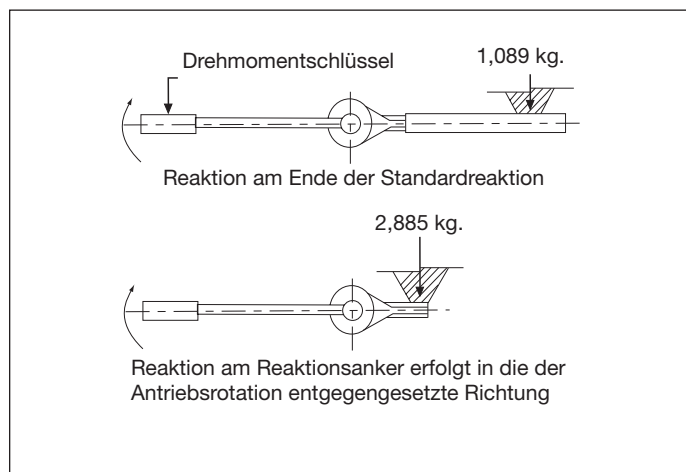
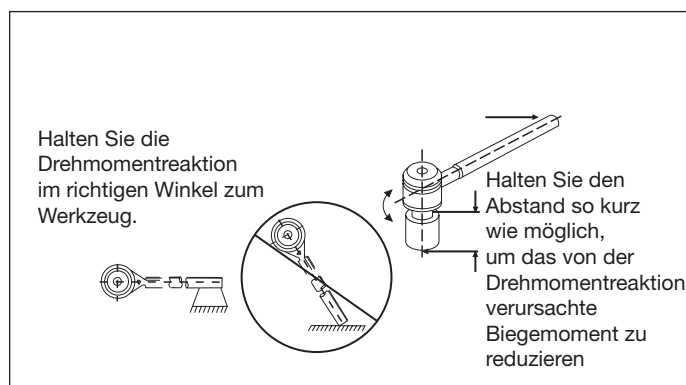

Abb. 5, Reaktionskräfte erhöhen sich mit der Nähe zum Vervielfältiger
Abb. 6, Minimieren Sie die von der Reaktion des Drehmoment-Vervielfältigers verursachten Biegemomente.
5. Ziehen Sie mit einem Drehmomentschlüssel fest. Stellen Sie das richtige erforderliche Antriebsmoment fest (sehen Sie auf dem Drehmomentdatenschild des Werkzeugs nach) oder sehen Sie in Abschnitt 4.0 "Spezifikationstabellen" nach. Die Genauigkeit des Abtriebsmoments erfordert einen genauen Drehmomentschlüssel in Reihe mit dem Drehmoment-Vervielfältiger. Wenden Sie ein Drehmoment mit dem Drehmomentschlüssel auf, bis das gewünschte Antriebsmoment erreicht ist (Abb. 5).
- Halten Sie die Abtriebsmomentreaktion durch Verringerung des Biegemoments rein. Biegemomente verringern die Drehmomenteffizienz und erhöhen die Beanspruchung des Werkzeugs und der Einsätze. Halten Sie den Abstand zwischen dem Abtrieb des Werkzeugs und dem Befestigungselement so kurz wie möglich (Abb. 6).
- Erhöhen Sie die Lebensdauer des Werkzeugs und die Sicherheit der Arbeitsumgebung, indem Sie die Drehmomentreaktion so weit außerhalb des Reaktionsankers wie möglich bringen (Abb. 5).
- Wählen Sie einen soliden Ankerpunkt, um die Durchbiegung zu minimieren. Stellen Sie fest, ob Reaktionskräfte vorhanden sind (z.B. gegen einen Flansch oder über einen benachbarten Bolzen). HINWEIS: Dieser Punkt muss den Reaktionskräften des Drehmomentwerkzeugs standhalten. Beispiel: Ein Drehmoment-Vervielfältiger mit 3.520 Nm [3.200 Ft-Lb.] mit einer Reaktion in der Nähe des Endes seiner Ankerstiftschraube (Abb. 5) produziert eine Reaktionskraft von 2.900 kg [6.400 Pfund]. Verringern Sie die Reaktionskraft auf 1.087 kg [2.400 Pfund], indem Sie den Reaktionspunkt in Richtung Ende der Reaktionsplatte/Reaktionsstange verschieben. Halten Sie den Reaktionspunkt zur Rotation des Drehmomentabtriebs, um höhere Reaktionskräfte zu verhindern (Abb. 6 und 7).